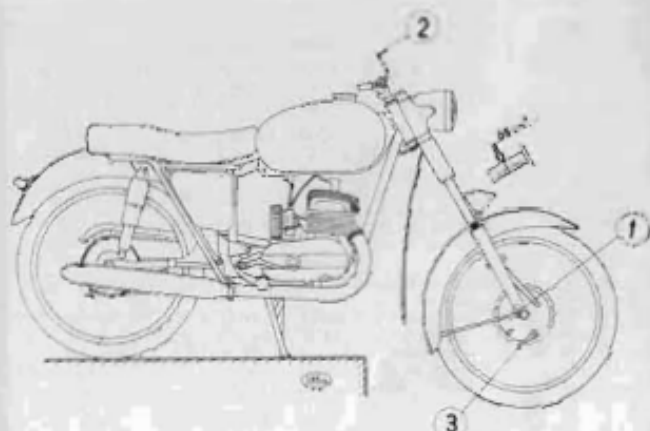

Fig. 16. - Cambio de aceite de los amortiguadores de la suspensión delantera.
- Vaciar el aceite viejo, destornillando los tapones 1 (fig. 16) que posee cada soporte en su parte inferior. Para la evacuación completa del aceite, obligar a la suspensión a que se comprima. Al montar los tapones 1 no olvidarse de hacerla con la junta de fibra.